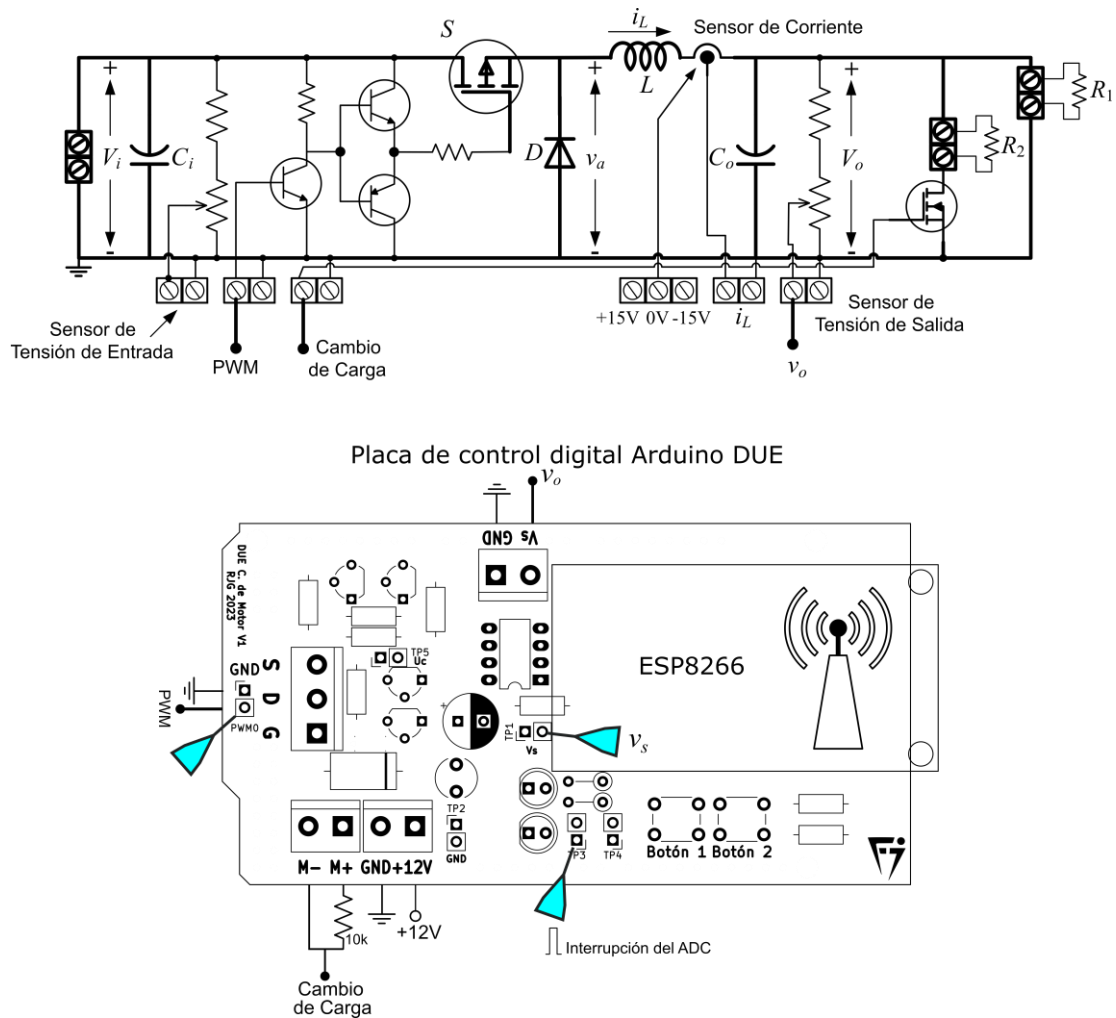

Figura 1: Detalle de la placa de control con Arduino DUE y esquema básico de conexionado para el control en lazo cerrado del convertidor buck.
Los esquemas de conexionado del convertidor CC-CC a utilizar y el detalle de la placa de control con el DSC, están presentados en la Figura 1.
1. Verificar las conexiones de la Figura 1 y ajustar la tensión de entrada del convertidor a 12 V.
5. Visualizar y adquirir en el osciloscopio **la señal del TP3 (ver Figura 1)**, donde se observa la frecuencia de muestreo y el tiempo del cálculo de la acción de control.
En esta interfaz web, se podrán recibir las muestras generadas en el transitorio inicial luego de presionar el “**Botón 1**” del dispositivo, y los transitorios de cambio de carga luego de presionar el “**Botón 2**” (ver Figura 1). Se recibirán automáticamente 1000 muestras de las variables de (1) referencia, (2) voltaje normalizado y (3) acción de control.